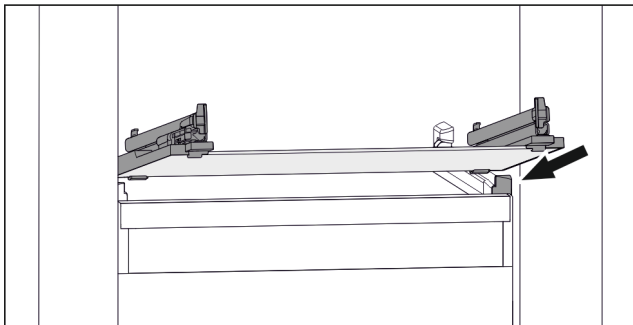

Fig. 136 Beispielhafte Darstellung der Glasplatte
- ▶ Glasplatte schräg hinter den Stoppfern aufsetzen. (siehe Fig. 136)